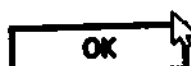

Рисунок 53
9.5.6.9 Затем сопло (форсунка) перемещается в положение «Common: Pump Calibration» [Рисунок 52] и ниже будет показано сообщение [Рисунок 53].